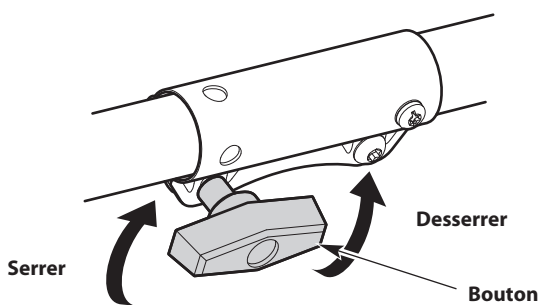

Fig. 1
3. Tournez le bouton dans le sens contraire des aiguilles d'une montre pour desserrer le coupleur (Fig. 1).
6. Tournez le bouton dans le sens contraire des aiguilles d'une montre pour serrer le coupleur (Fig. 1).
2. Tournez le bouton dans le sens contraire des aiguilles d'une montre pour desserrer le coupleur (Fig. 1).